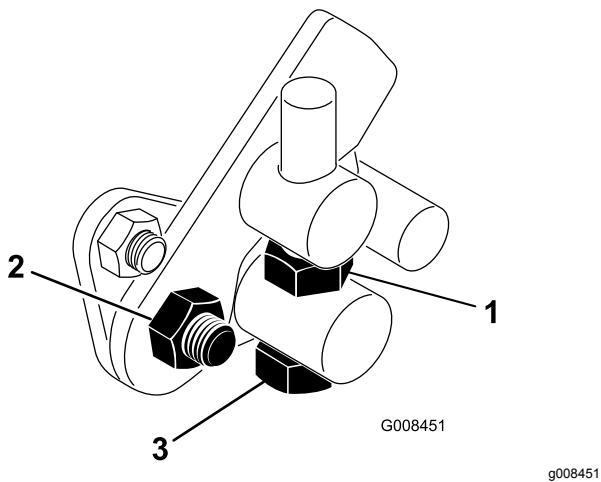

Рисунок 43
- Ослабьте контргайку на болте цапфы (Рисунок 43).
- Чтобы зафиксировать регулировку, затяните контргайку на болте цапфы и гайку на шарнире педали (Рисунок 43). Проверьте регулировку и при необходимости повторите ее.